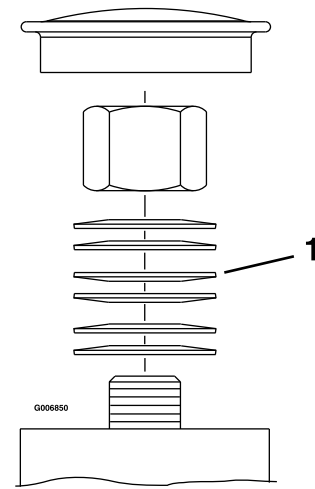
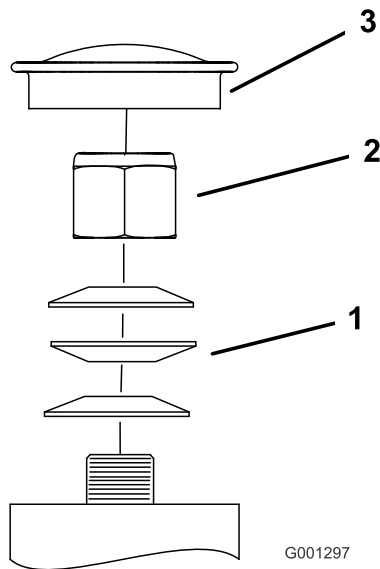

Figura 45
Figura 44
3. Retire el tapón guardapolvo de la rueda giratoria y apriete la contratuerca (Figura 44 y Figura 45).
4. Apriete la contratuerca hasta que las arandelas de muelle estén planas, luego afloje 1/4 de vuelta para establecer la pre-carga correcta de los cojinetes (Figura 44 y Figura 45).
Importante: Asegúrese de que las arandelas de muelle están correctamente instaladas, según se muestra en Figura 44 y Figura 45.